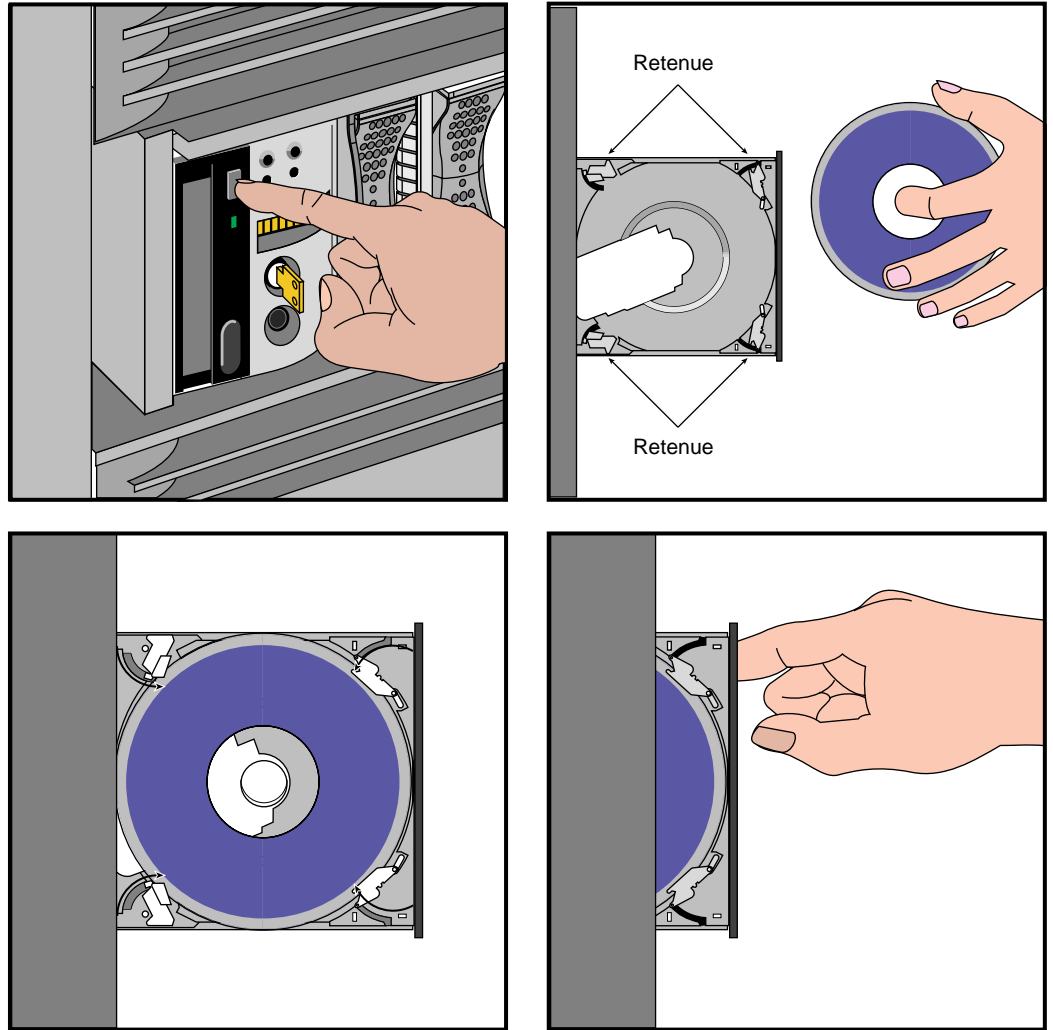

Figure 5-4 Installation d'un CD-ROM dans un châssis Origin2000
1. Appuyez sur le bouton d'éjection pour libérer le support du CD-ROM (Figure 5-4).
2. Tenez le CD-ROM par les bords et placez-le entre les clips du support (Figure 5-4).